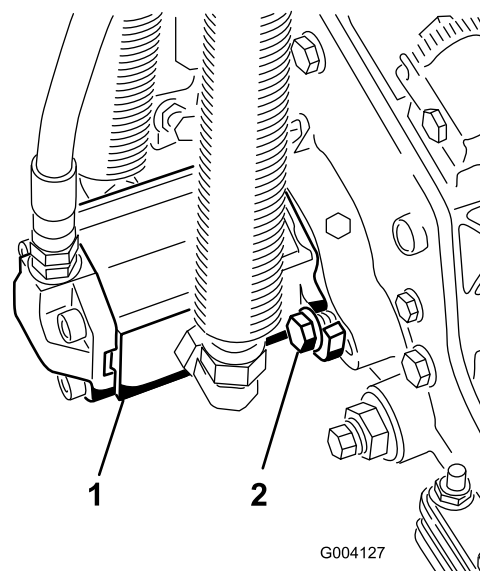

図 14
11. モータを手に持ち、右回りにひねってモータのフランジをキャップスクリューから逃がしながら、キャップスクリューにモータをセットする 図 14。